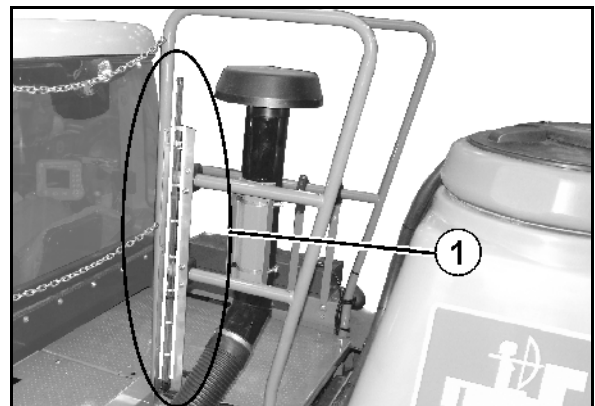

Fig. 74
- Lagttag niveauindikatoren (Fig. 74/1).